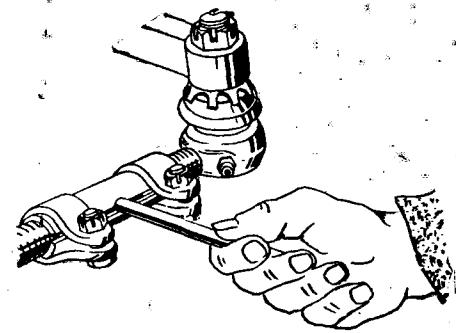

Рис. 65. Регулировка схода колес.
2) вставьте бородок в отверстие регулировочной трубки и поворачивайте ее до получения схода 1,5—3,0 мм (рис. 65);
3) после окончания регулировки поверните хомуты в положение, указанное на рис. 65, затяните стяжные болты хомутов и зашплинтуйте.